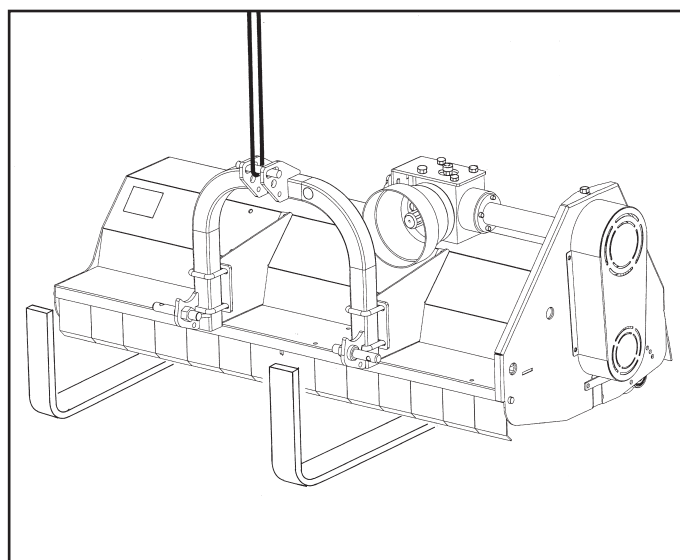

Fig. 2
- Sollevare la macchina inserendo le forche del muletto sotto la macchina oppure sollevandola con le fasce nei punti indicati (**Fig. 2**).
- Lift the machine by inserting the lift truck forks below the machine, or using slings at the points indicated in (**Fig. 2**).